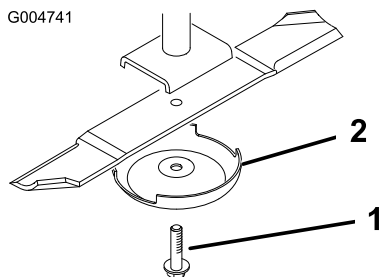

Figura 99
4. Sujete el extremo de la cuchilla con un trapo o un guante con acolchado grueso y retire el perno de la cuchilla, el protector del césped y la cuchilla del eje (Figura 99).